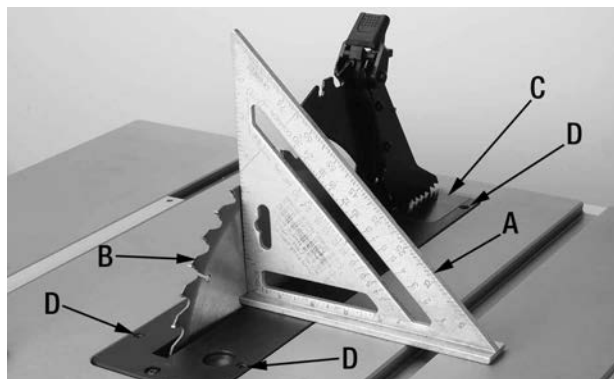

FIGURE 22
1. Placez un équerre combiné (A) Fig.22 sur la table et contre la partie à plat de la lame (B).
Si l'insertion de table (C) Fig.22 n'est à niveau avec la surface de la table, un réglage peut être effectué:
1. À l'aide de l'équerre combiné tel que montré à la Fig.22, ajustez les 4 vis sans tête (D) à chaque coin de l'insertion de table, jusqu'à ce que l'insertion de table soit à niveau avec la table.